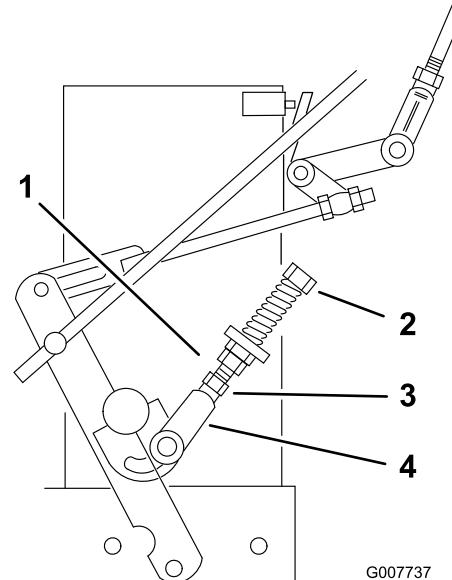

Figure 32
- Si la roue tourne quand le levier de déplacement est maintenu au point mort, il faut régler les timoneries de commande du point mort (Figure 32). Si la roue s'arrête, passez à l'opération 12.
- Desserrez l'écrou contre la chape de timonerie de commande de point mort (Figure 32).
- Ajustez la timonerie de commande du point mort jusqu'à ce que la roue motrice correspondante s'arrête quand le levier de commande est tiré contre le ressort de point mort (position point mort) (Figure 32).
- Tournez le boulon de réglage de 1/4 de tour approximativement dans le sens horaire si la roue tourne en arrière ou de 1/4 de tour approximativement dans le sens antihoraire si la roue tourne en arrière (Figure 32).